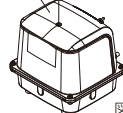

図1
- ①作業の際はコンセントから電源プラグを必ず抜いてください。
- ②トラスネジを外します。(図1)